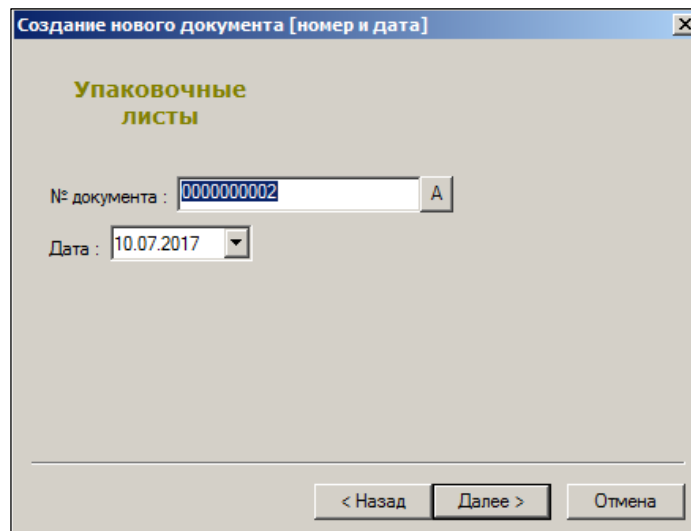

Рисунок 142 – Создание упаковочного листа (2)
3. Номер и дата создания документа генерируются автоматически. Их можно изменить (Рисунок 142):